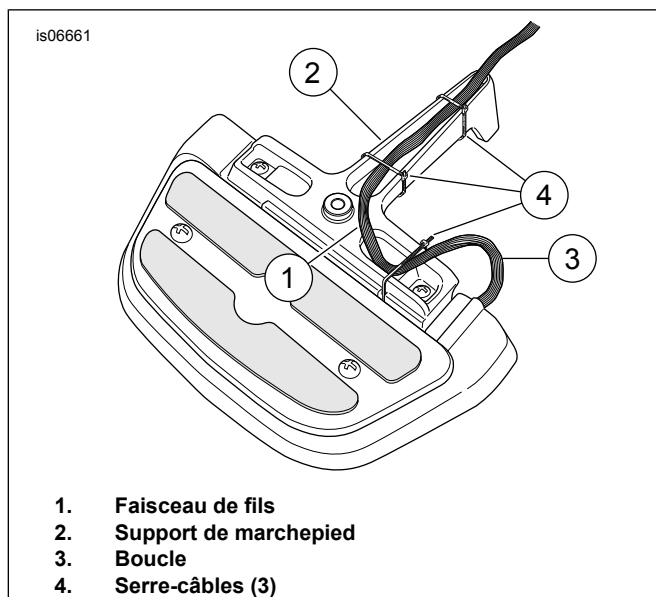

Figure 7. Acheminement du faisceau de fils - Modèles Touring à partir de 1993
- b. **Modèles Touring à partir de 1993** : Voir Figure 7. Faire passer le faisceau de fils (1) le long de la partie inférieure de chaque support de marchepied (2), en le plaçant dans les renforcements lorsque cela est possible. Former une petite boucle (3) avec le mou des fils du faisceau, pour éviter que les fils ne se tendent trop lorsque le marchepied est replié. Fixer le faisceau aux supports de marchepied à l'aide de serre-câbles (4).